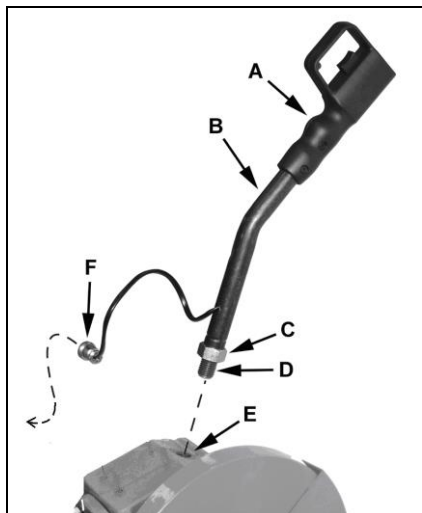

Fig 1
Visser l'extrémité fileté (D, Fig 1) de la poignée (B) dans l'orifice fileté (E).
La machine peut être mise en route et arrêtée par la poignée de commande (A, Fig 1)